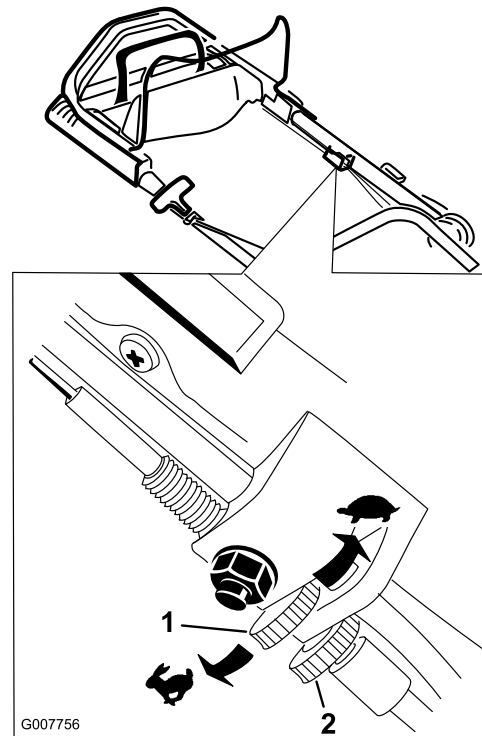

Bild 27
1. Lösen Sie die Sperrmutter mit der Hand (Bild 27).